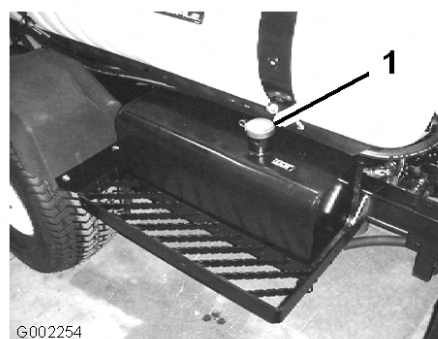

Figura 57
3. Pulite l'area circostante il tappo del serbatoio dell'olio idraulico, e togliete il tappo (Figura 57).